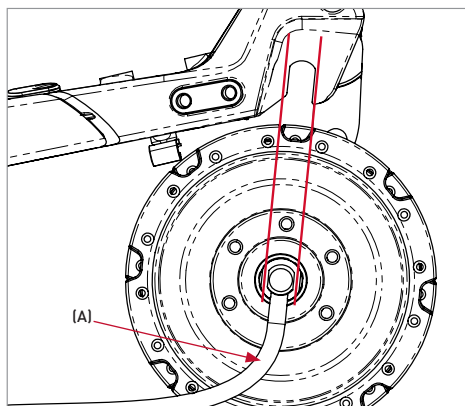

Figure 4
1. Installez l'axe du moyeu de la roue arrière dans les pattes du cadre de manière à ce que le câble du moteur du moyeu (A) soit orienté vers le bas et vers l'avant (figure 4).